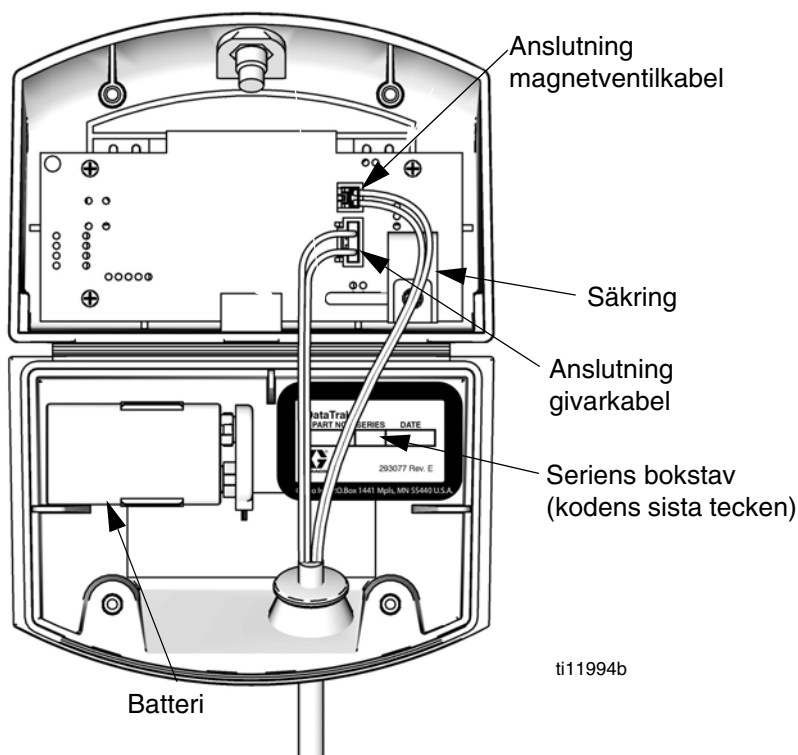

Fig. 4. Batteriets och säkringens placering
4. Koppla ifrån det använda batteriet och byt ut det med godkänt batteri. Se Fig. 4.
* Fig. 4 visar var du kan hitta seriens bokstav.